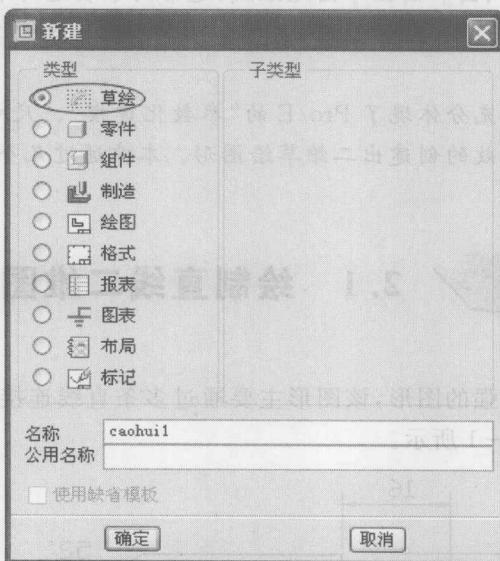

图 2-2
(1) 新建文件
① 在菜单栏中依次选择【文件】→【新建】命令,(或从常用工具栏中单击  按钮)。
② 出现【新建】对话框后,在“类型”选项组中,选择要创建的文件类型,接着在“名称”文本框中输入文件的名称为“caohui1”,然后单击 确定 按钮,如图 2-2 所示。